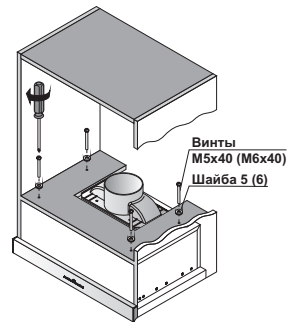

Рис. 3
3. При помощи винтов М6х40 (или М5х40) с шайбами из монтажного комплекта и отвертки прикрепите вытяжку к шкафу. (Рис. 3)